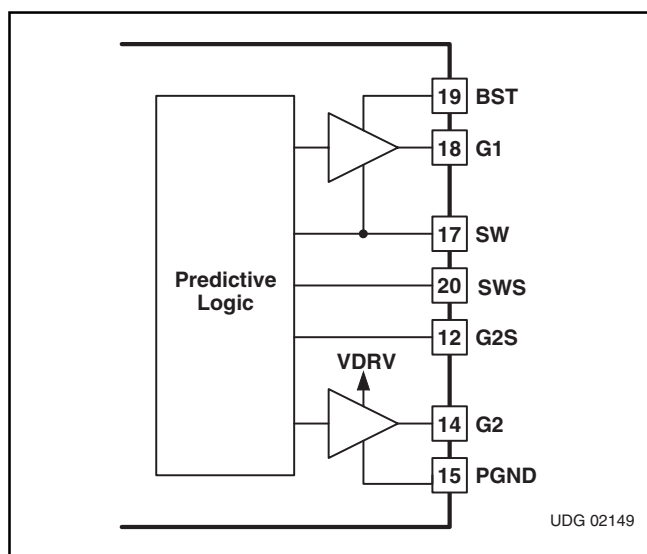

図13
- モード1、あるいは通常動作ではデバイスに対し8.5Vまたはそれ以上のバイアス電圧が必要です。このモードでは、バイアスがVDDピンを駆動します。ローサイドの駆動バイアス電圧の $V_{VDRV} = 7V$ は内部のリニア・レギュレータから生成され、VDDピンから直接電流を流します。ハイサイド・ドライバのバイアスは、G2が“H”レベルの時G2とBST間のダイオードを経てVDRVピンからG2ピンに充電されるコンデンサです。UCC2540は、 V_{VREF} が2Vより上に上昇した時 $V_{VDD} > (V_{VDRV}, V_{VREF})$ であればモード1で動作します。モード1ではバイアス電圧範囲が最大幅となり、 $8.5V < V_{VDD} < 35V$ で動作可能です。このモードは既存の12VDCのバイアス電圧をもつシステムと互換性があります。また、モード1は入力ライン電圧が広範囲に変化するアプリケーションや、図13のようにバイアスが派生ライン電圧から直接得られるアプリケーションで特に有効です。